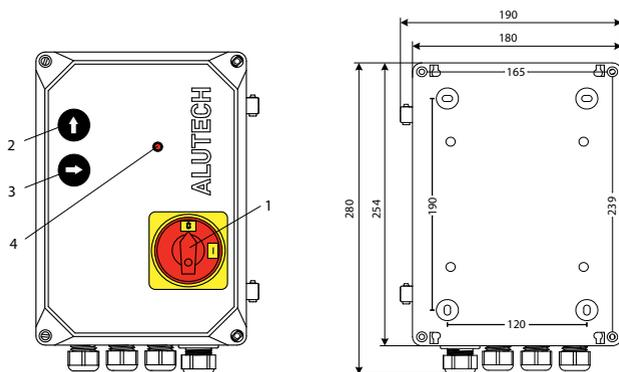
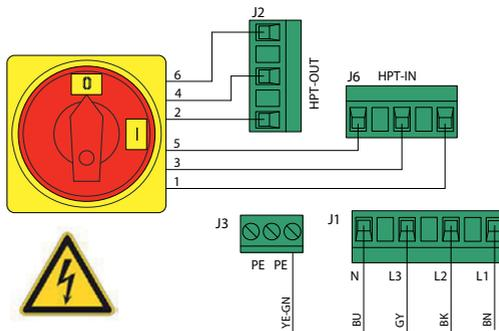
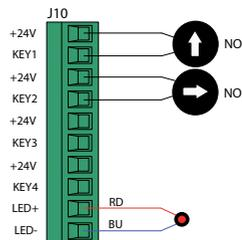

Рисунок 1. Блок управления (размеры указаны в миллиметрах)
Рисунок 3. Подключение сети и сетевого выключателя
Рисунок 7. Подключение кнопок управления и светодиода (рис. 1)
Блок предназначен для управления компонентами перегрузочного оборудования. Непосредственно для перегрузочной платформы с телескопической (выдвижной) аппарелью, оснащенной 2-клапанным гидравлическим агрегатом. На крышке корпуса блока расположены выключатель сети **1** (рис. 1), кнопки управления **2** и **3**, светодиод индикации **4**.
HL1	Светодиод, сигнализирующий о работе кнопок управления 2 и 3 (рис. 1). Светит, если нажата кнопка управления
J1	Разъем подключения сети (рис. 3)
J2	Разъемы подключения выключателя сети 1 (рис. 1, рис. 3).
J10	Разъем подключения кнопок управления 2 и 3 , светодиода 4 (рис. 1, рис. 7)
Положение установленной переключки в разъемах J12 и J13 запоминается при переключении выключателя сети 1 (рис. 1) из положения 0 (положение «Выключено») в положение I (положение «Включено») и сохраняется в течении работы блока управления. При необходимости изменения положения переключки в разъемах J12 и J13 отключите блок от сети, установите переключку в требуемое положение и включите блок в сеть.
1. Для подачи напряжения питания на модуль блока управления переключите выключатель сети **1** (рис. 1) в положение **I** (положение «Включено»).
Если после включения блока управления не светит или моргает светодиод **4** (рис. 1), то перейдите к разделу 7 «Неисправности и рекомендации по их устранению».
6. После успешного выполнения пробных циклов, платформа должна вернуться в исходное положение. Для отключения напряжения питания переключите выключатель сети **1** (рис. 1) в положение **0** (положение «Выключено»).
Переключите выключатель сети **1** (рис. 1) в положение I (положение «Включено») для подачи напряжения питания на модуль блока управления.
- Подъем платформы происходит при нажатии и удержании кнопки управления  (2, рис. 1). Когда подъем завершён, отпустите кнопку , платформа остановится.